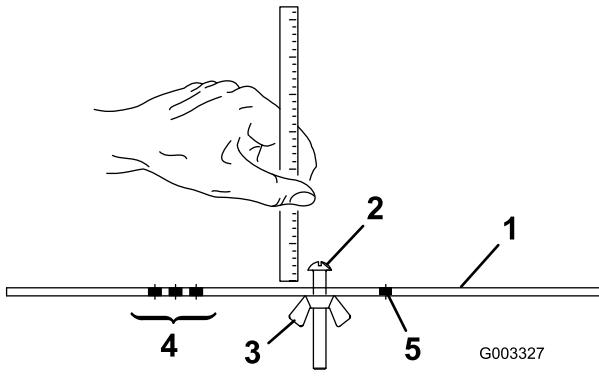

Figura 16
- Allentate il dado sulla barra di misura (Figura 16) e posizionate la vite di regolazione all'altezza di taglio opportuna.